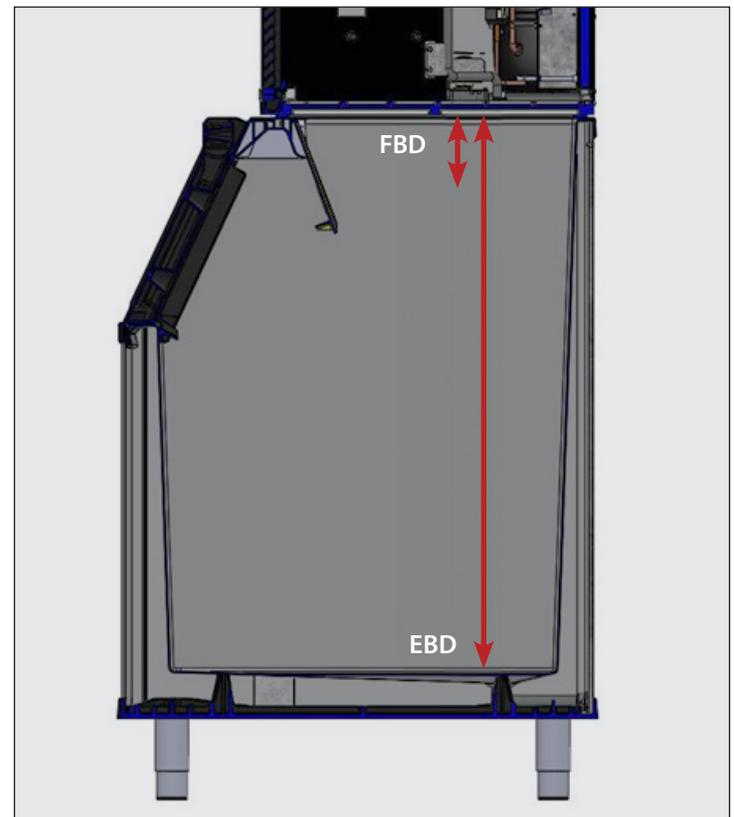

Figure 1. FBD ou EBD.
- La Distance bac plein (FBD) est la distance en centimètres entre le capteur et les glaçons quand la machine passe dans l'état BAC PLEIN avec l'amortisseur maintenu vers le bas. Voir Fig. 1.
- La Distance bac vide (EBD) est la distance en centimètres entre le capteur et le fond du dispositif de stockage de glaçons. Voir Fig. 1.